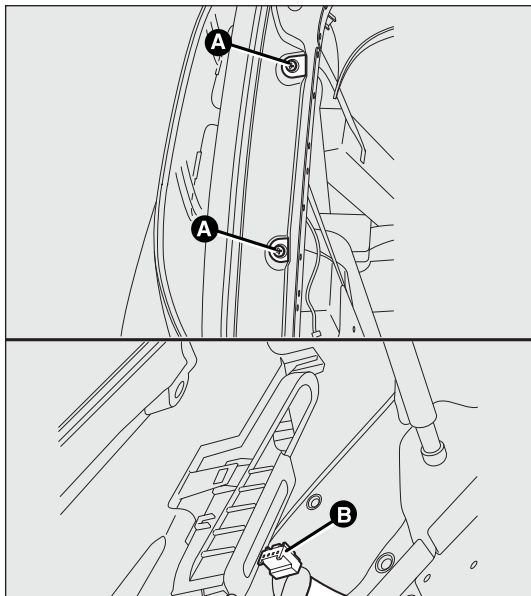

fig. 146
La disposition des ampoules du groupe optique fig. 146 est la suivante :
- ☐ dévisser les vis de fixation A-fig. 146 ;